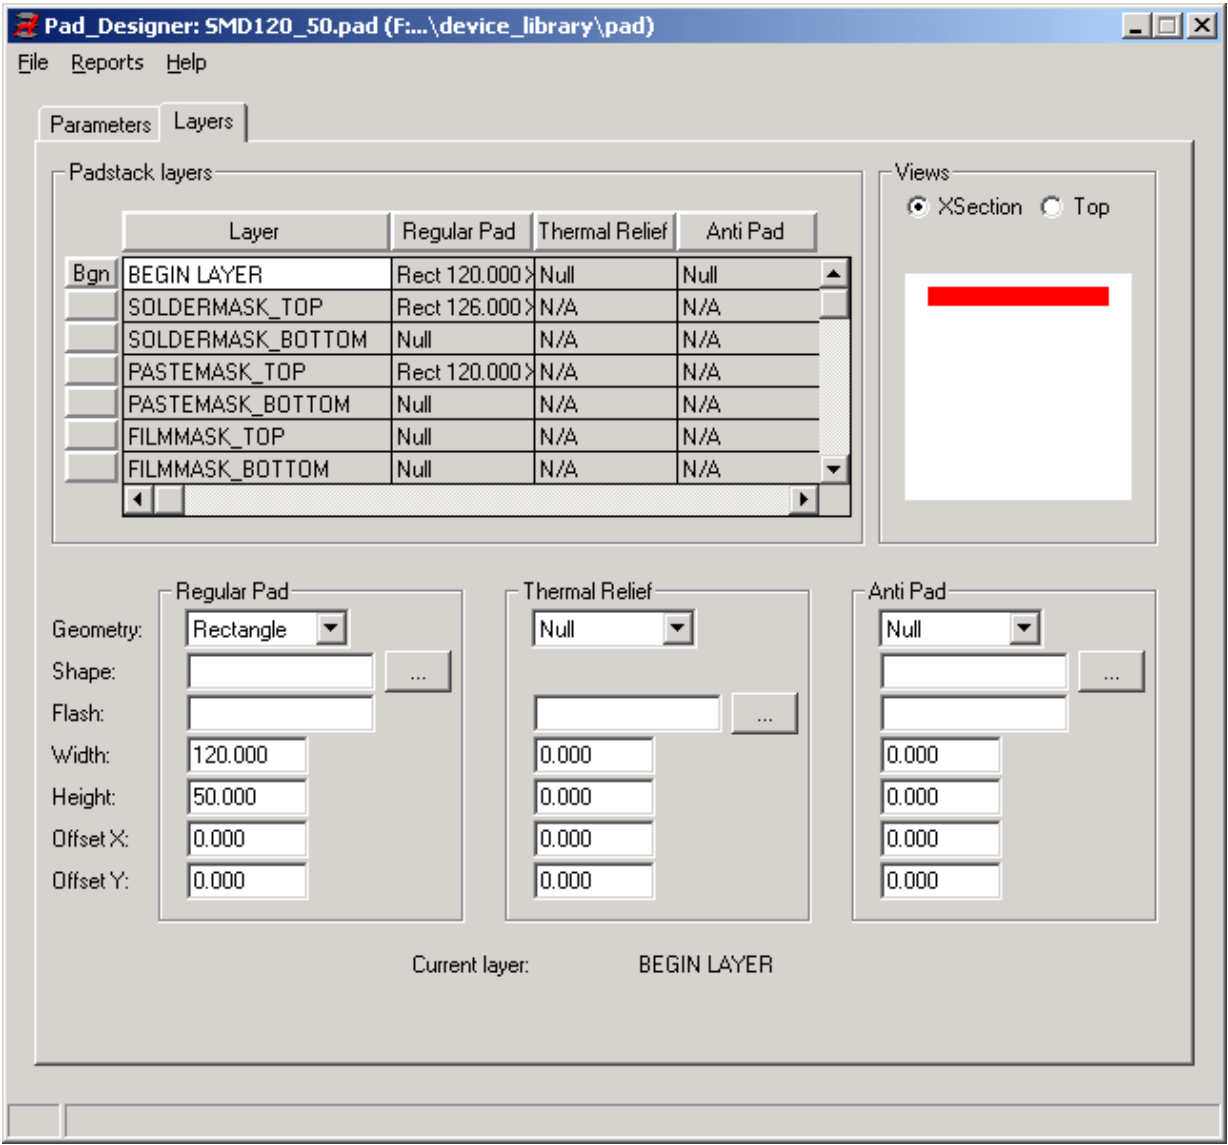

图 6-10 Padstack layers 相关设置
4) Padsatck layers 设置如图 6-10，阻焊相关要求见第 4 章高计要求。